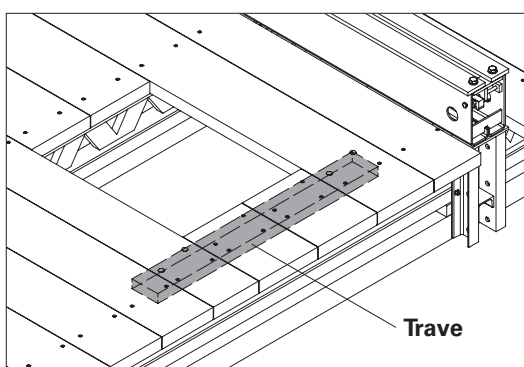

Fig. B3.03
- Se la tavola può essere fissata solo 1 volta alla trave della piattaforma, installare una trave per fissare l'impalcato. (Fig. B3.03)